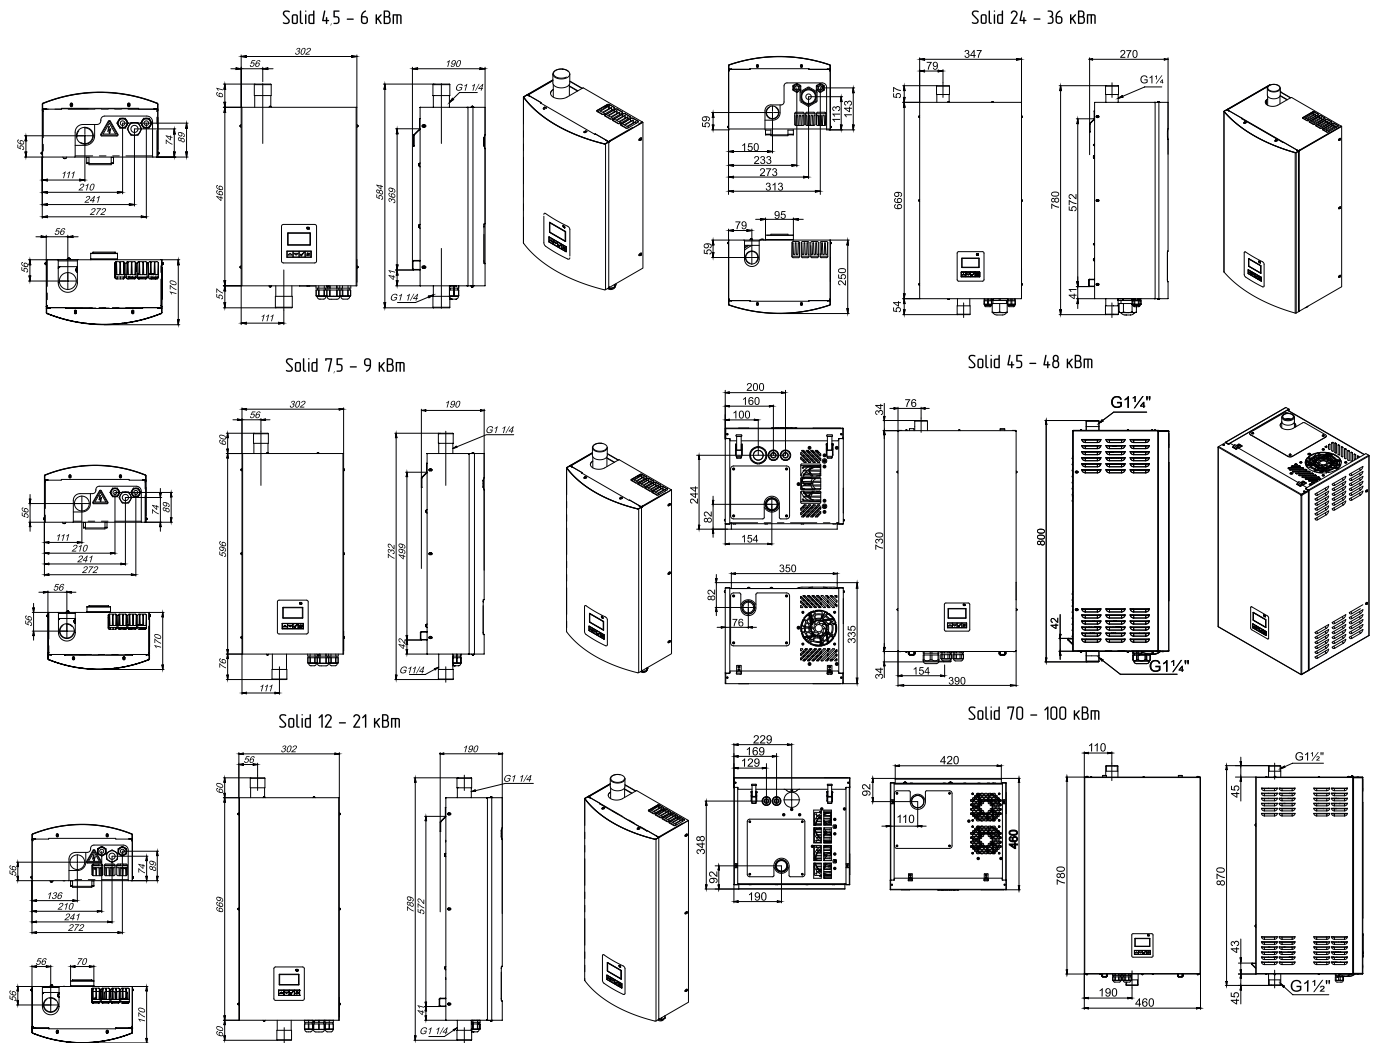

Рис.5. Габаритные и присоединительные размеры котлов
- Закрепить кронштейн крепления на вертикальной поверхности в необходимом месте с помощью шурупов, входящих в комплект и установить на него котел как показано на Рис.1. Габаритные и присоединительные размеры котлов указаны на Рис.5;